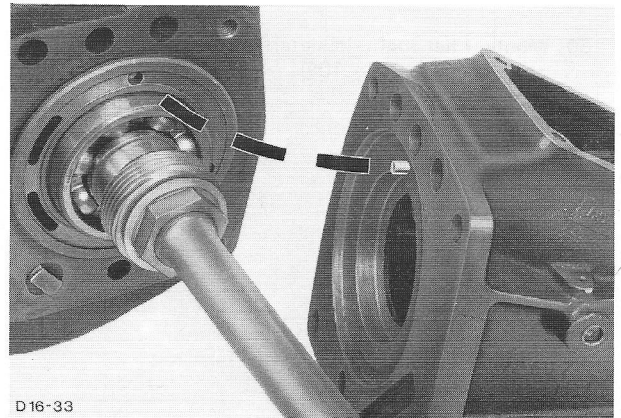

Fig.106 Gat in lagerhouder met paspen in lijn brengen.
47. Keer de versnellingsbak terug in zijn normale stand en breng het gat in de lagerhouder in lijn met de paspen in het staartstuk (fig.106). Monteer het staartstuk, smeer de bouten in met vloeibare pakking en zet ze vast met het voorgeschreven aantrekkoppel.